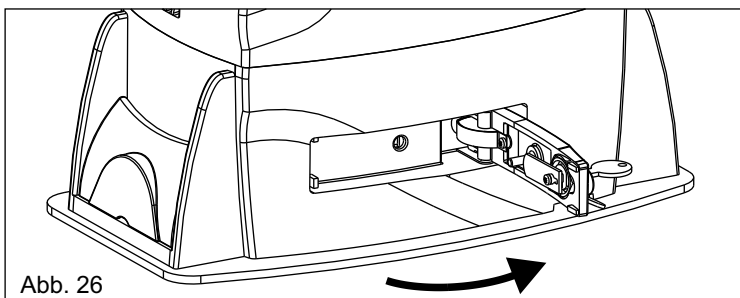

Abb. 26
- Den Entriegelungshebel bis zum Anschlag ziehen, ca. 90° (Abb. 26).